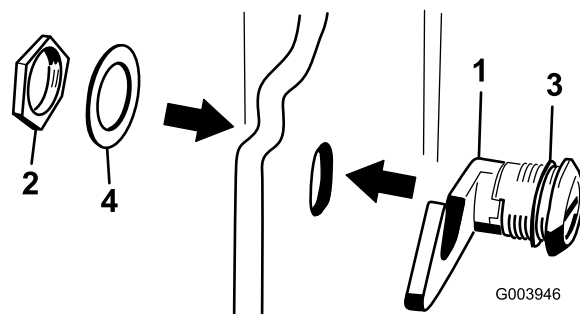

图16
3. 从机罩门锁组件上拆下螺母（图16）。
4. 在机罩外部，将门锁的机罩端穿过机罩的孔。确保橡胶密封垫圈保持在机罩的外侧（图16）。